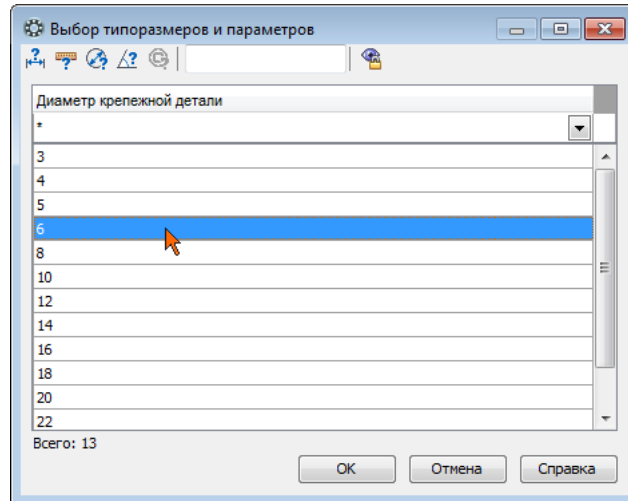

Рисунок 21.
- В списке Выбор типоразмеров и параметров выполните двойной щелчок на значении диаметра крепежной детали 6 мм (рис. 21).